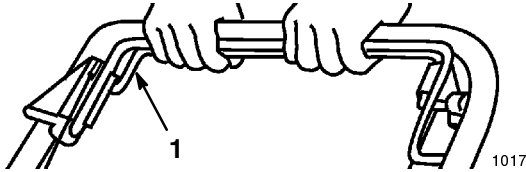

Figure 12
1. Pour actionner la commande d'autotraction, serrez la barre de commande contre le mancheron et maintenez-la dans cette position (Fig. 12).